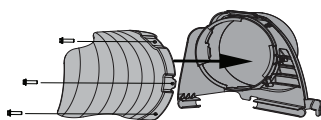

Figura 8
3. Sujete el deflector de embolsadora (731-27134) al canal superior usando los tres tornillos (710-05108) proporcionados en el paquete de herrajes de deflector (689-02299). Consulte la Figura 8.